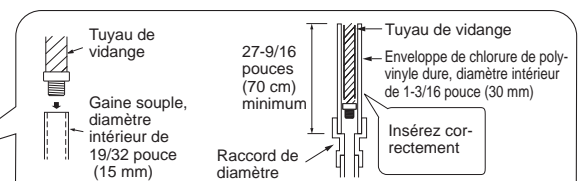

Fig. 3
- Préparez l'extrémité du câble de terre (Fig. 3). Branchez-la à la borne de mise à la terre du boîtier électrique.
- Préparez l'extrémité du câble de connexion de l'unité interne/externe (A) (Fig. 3). Branchez-la au bloc de raccordement. Veillez à ne pas effectuer d'erreur de branchement. Fixez fermement le câble au bloc de raccordement pour ne pas faire apparaître son noyau et n'appliquez aucune force extérieure à la section de branchement du bloc de raccordement.
- Placez le bouchon de vidange sur la section sur laquelle le tuyau de vidange doit être fixé à l'arrière de l'unité interne. (Fig. 3)
- Si le tuyau de vidange fourni avec l'unité interne est trop court, branchez-le au tuyau de vidange fourni sur chantier (I). (Fig. 3)
- 2) Ébarbez parfaitement la partie tronçonnée du tuyau en évitant d'introduire des éclats de métal dans la tuyauterie. (Fig. 3)